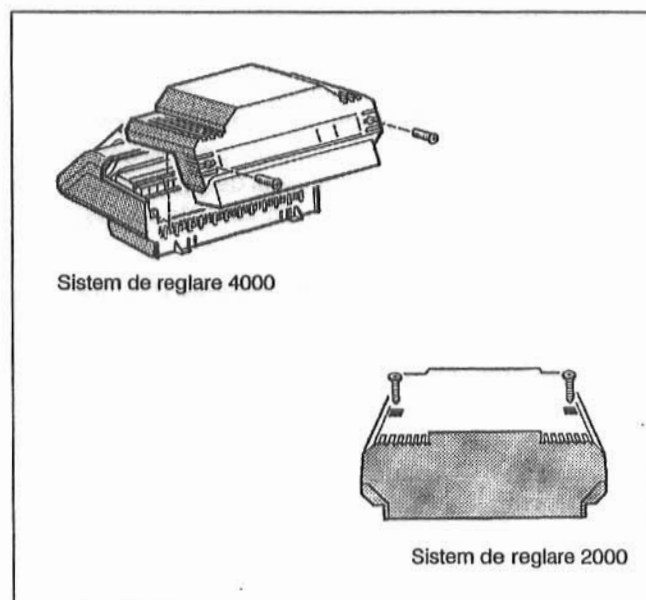

Fig. 6: Deschiderea aparatului de reglare
- Se desfac ambele șuruburi ale capotei de acoperire cu cleme a aparatului de reglare. Se scoate afară (Fig. 6).